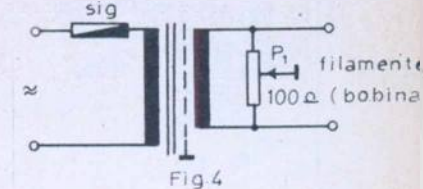

Fig. 4
form schemei din fig. 4, reglînd cursorul potențioanelor P1 pînă cînd zgomotul e minim.
2) Fie un transformator pentru alimentarea anodică și de filament al unui tub 807 alimentat la 600 V, cu un input de pînă la 60 W. Tensiunea ecran se ia de la redresorul ce alimentează etajele celelalte ale emițătorului. Schema transformatorului este dată în fig. 4. Acest transformator a fost prevăzut și cu o înfășurare pentru un mic redresor de negativă de 100 V. Redresarea este dublă alternanță realizată cu un tub 5Z3. Puterea consumată: $P_o = 600 \times 0,1 + 6,3 \times 1 + 100 \times 0,02 = 68,3$ W; $P = 68,3 : 0,85 = 80$ W; $S = 1,2 \sqrt{80} = 10,7$ cm².